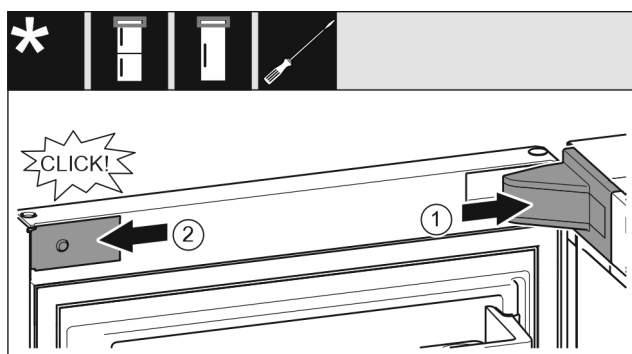

Fig. 21
- Helyezze fel és pattintsa be a csapágybak fedelét Fig. 21 (1), szükség esetén óvatosan nyomja szét.
- Helyezze fel oldalra a takarólemezt Fig. 21 (2), és pattintsa be.